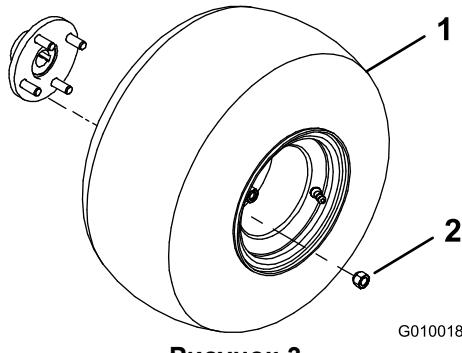

Рисунок 3
- Установите колесо в сборе на каждую ступицу заднего колеса (Рисунок 3).
- Установите зажимные гайки (Рисунок 3) и затяните их с моментом 61-75 Н•м.